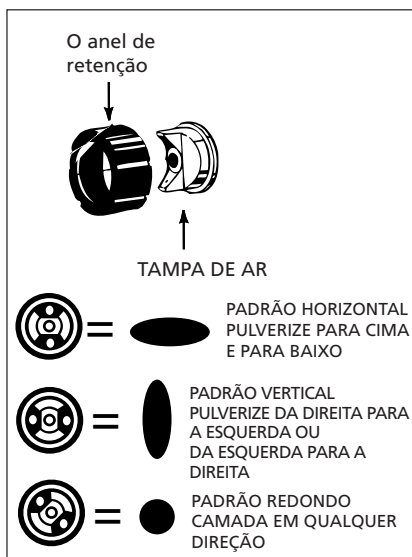

Figura 12 - Ajustando o "tipo padrão de pulverizações
- Para ajustar o "tipo" de padrão de pulverização, gire a tampa de ar para a posição do padrão desejado (veja a Figura 12).